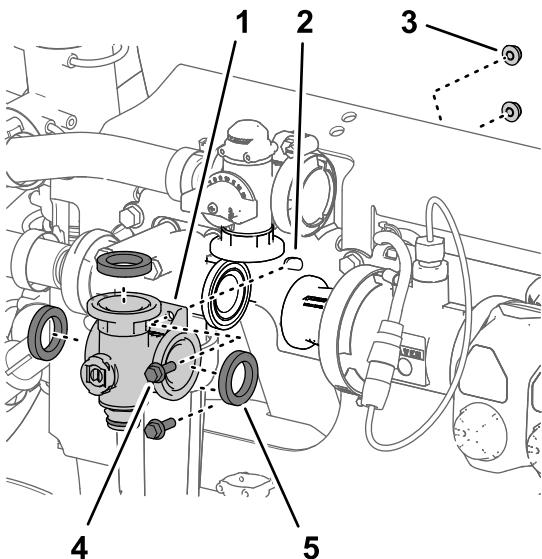

Bild 109
3. Entfernen Sie die zwei Bundkopfschrauben ($\frac{1}{4}$ " x $\frac{3}{4}$ ") und die zwei Sicherungsbundmuttern ($\frac{1}{4}"), mit denen der Rührwerkventilverteiler an der Ventilstütze befestigt ist (Bild 109).$
4. Nehmen Sie den Rührwerkventilverteiler und die Dichtungen von der Maschine ab (Bild 109).